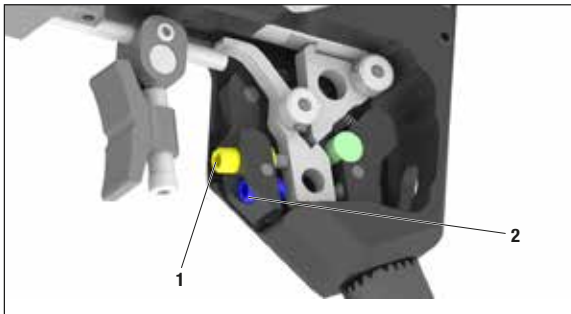

Abb.16
- Gewindestift (2, Abb. 16) mit einem Innensechskantschraubendreher SW2 im Uhrzeigersinn eindrehen. Der Nachzugsweg wird verkürzt.